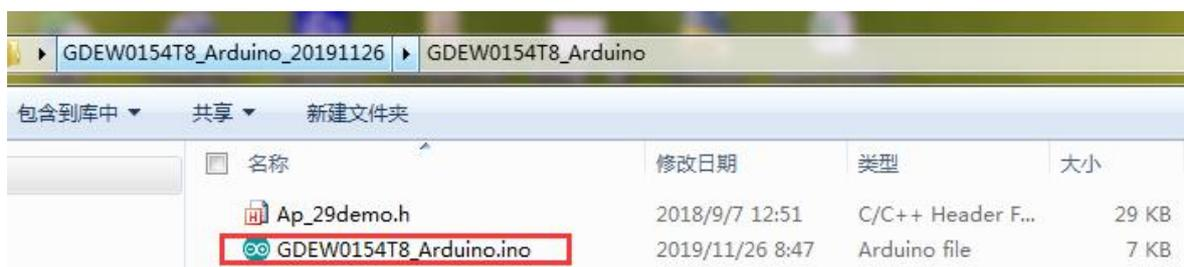

图 8 打开 Arduino.ino 工程文件
- 3、用 Arduino 1.8.6 打开图 8 所示驱动程序文件夹中的 Arduino.ino 工程文件。